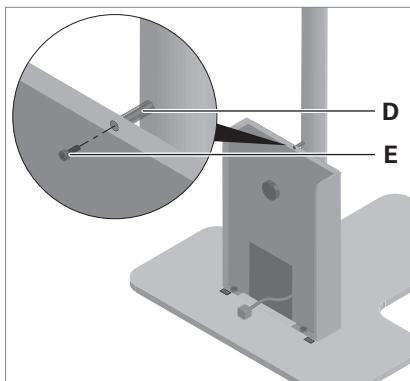

Fig. 3: Fissare la bussola.
- ▶ Collegare la bussola **D** tra l'unità di alimentazione e il tubo di sostegno e fissare l'unità di alimentazione mediante la vite **E** fornita in dotazione, vedi Fig. 3.